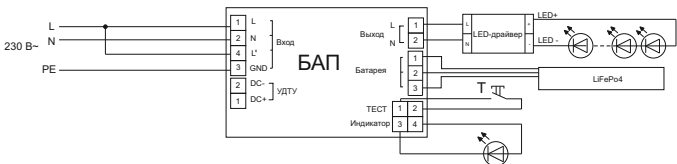

Рисунок 4
5.2.2 Постоянный режим. БАП подключается к светодиодному модулю и LED-драйверу, а входные клеммы L и L', БАП закорачиваются (рисунок 4).
- подключить БАП согласно требуемой схеме электрических соединений (рисунок 4–6).